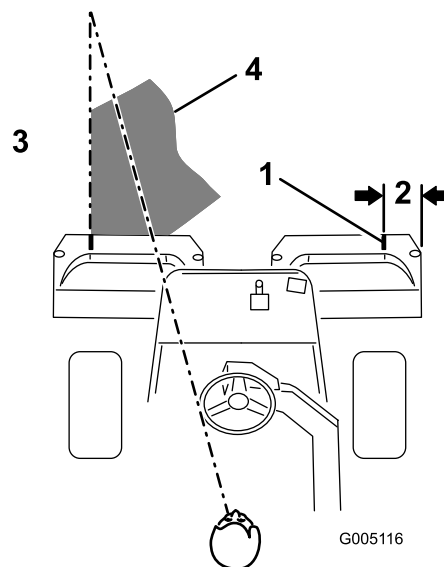

Figura 25
**Nota:** Para ayudar a mantener una línea recta a través del green y mantener la máquina a la misma distancia de la pasada anterior, imagínese una línea que va desde un punto situado a 1,8–3 m aproximadamente por delante de la máquina, hasta el borde de la parte no segada del green (Figura 25). Incluya el borde exterior del volante como parte de la línea imaginaria, es decir, mantenga el borde del volante alineado con un punto que se mantiene siempre a la misma distancia de la parte delantera de la máquina.